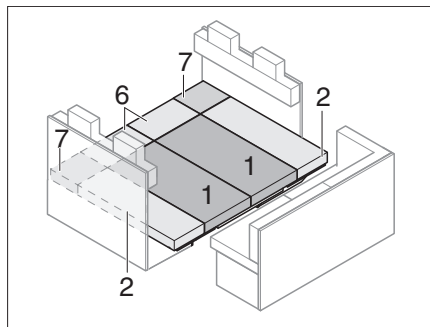

Bild 197 Nach dem Umbau
- Sitz-, Rücken- und Zusatzpolster wie in Bild 197 gezeigt auflegen.